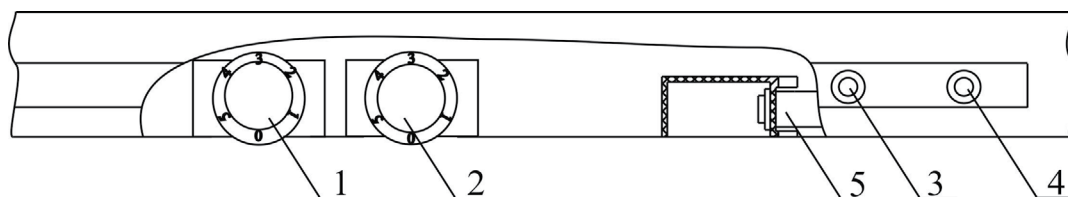

Рис. 2 Схема расположения приборов управления и индикации
7.1 Включение и отключение холодильника-морозильника производится штепсельной вилкой сетевого шнура. Загоревшаяся зеленая лампа 4 (рис.2) свидетельствует о том, что холодильник-морозильник включен в электросеть.
7.2 Температурный режим в камерах устанавливается путем поворота ручек терморегуляторов, расположенных на передней панели холодильника-морозильника (рис.2), где:
7.4 После загрузки продуктами для замораживания переведите переключатель 5 (рис.2) в режим замораживания. При этом на панели загорается индикаторная лампа 3 (рис.2). Через 24 часа после загрузки последней партии продуктов переведите холодильник-морозильник в режим хранения, нажав клавишу переключателя 5 (рис.2) «на себя», при этом индикаторная лампа 3 (рис.2) гаснет.